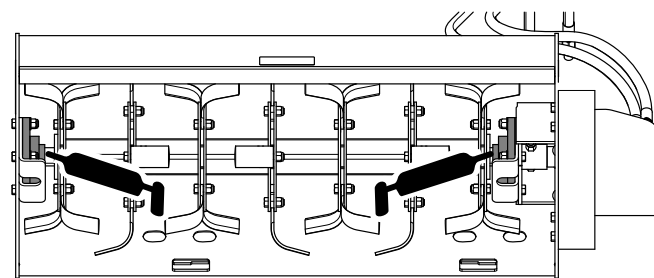

Рисунок 5
3. Смажьте подшипник ротора, показанный на Рисунок 5.